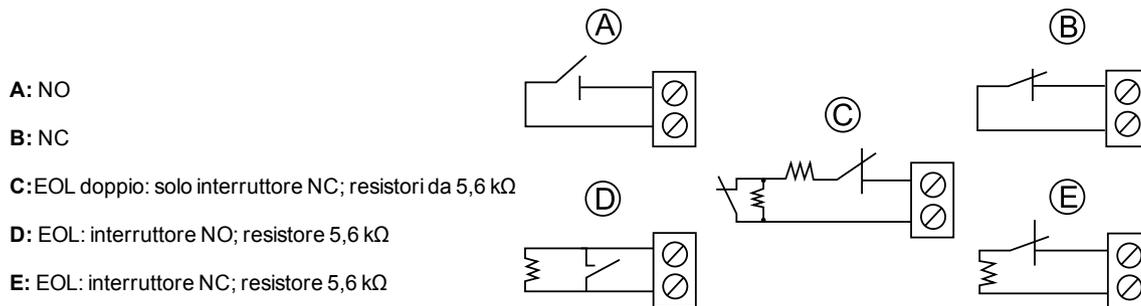

Figura 12: Esempi di cablaggio
NC	Se l'ingresso ausiliario del BW-312 è del tipo normalmente chiuso (NC), usare esclusivamente una connessione in serie dei contatti NC dei rilevatori. Non è necessario un resistore di fine linea. Vedere la Figura 12, B.
NO	Se l'ingresso ausiliario del BW-312 è del tipo NO, usare esclusivamente una connessione in parallelo dei contatti NO dei rilevatori. Non è necessario un resistore di fine linea. Vedere la Figura 12, A.
EOL	Per la supervisione EOL è possibile utilizzare i contatti NC o NO dei rilevatori. Un resistore di fine linea da 5,6 kΩ deve essere collegato all'estremità del circuito della zona. Vedere la Figura 12, D ed E.
DEOL	Per la supervisione DEOL, utilizzare solo i contatti NC dei rilevatori. Un resistore di fine linea da 5,6 kΩ deve essere collegato all'estremità del circuito della zona. Vedere la Figura 12, C.
Note: La figura 12 (C) mostra un cablaggio DEOL (Double End of Line), che è disponibile a seconda della versione del software della centrale.